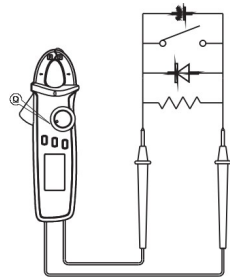

Figura 3
2. Medición de Resistencia / Continuidad / Diodo / Capacidad (Figura 3)
- Conecte las puntas en paralelo con el circuito a medir (Figura 3).